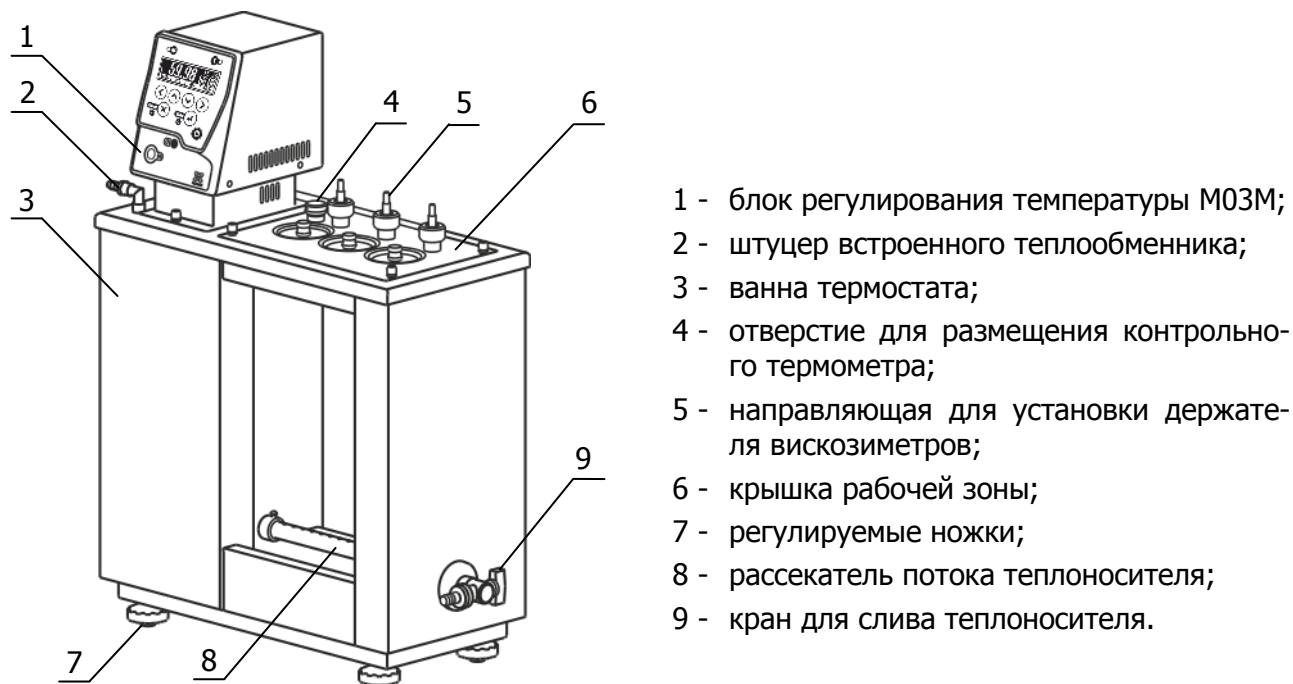
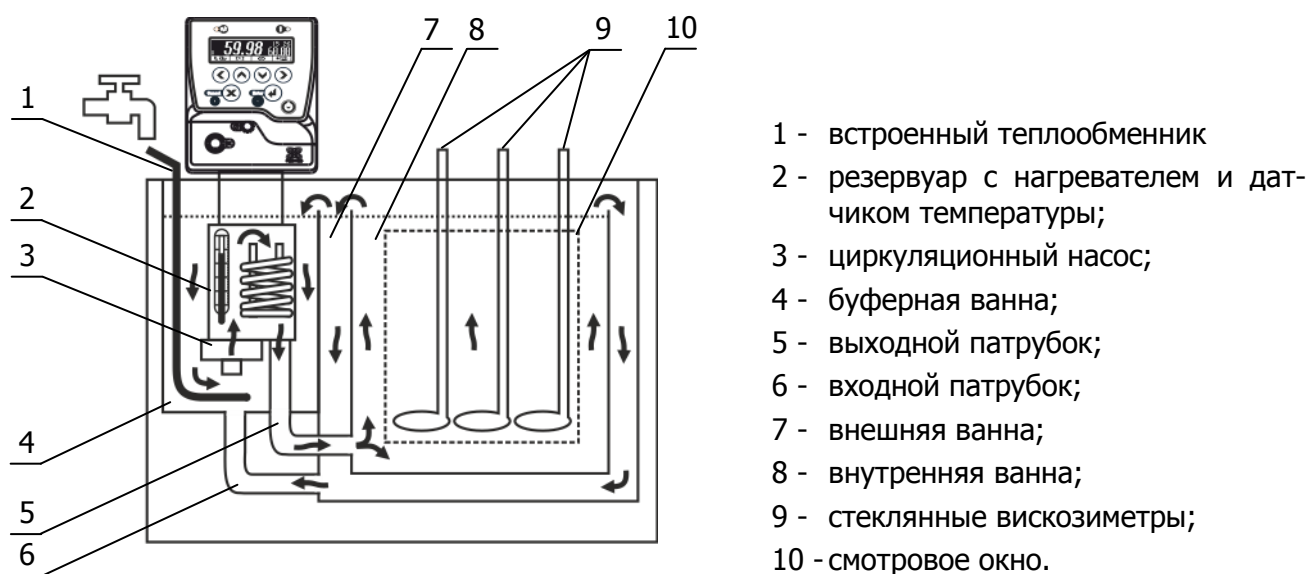

Рисунок 1 — Устройство термостатов ВИС-Т-08 и ВИС-Т-09
Рисунок 2 — Принцип работы термостата
1.4.5 Циркуляционный насос 3 блока регулирования температуры (рисунок 2) забирает теплоноситель из буферной ванны 4 и нагнетает его в резервуар 2 с нагревателем и датчиком температуры. В резервуаре температура теплоносителя регулируется и, далее, через выходной патрубок 5, теплоноситель поступает на дно внутренней ванны 8. Далее поток теплоносителя проходит через рассекающий элемент 8 (рисунок 1), что обеспечивает равномерное распределение потока теплоносителя во внутренней ванне. Из внутренней ванны теплоноситель переливом через верхний край поступает во внешнюю ванну 7 (рисунок 2). Далее из внешней ванны, через входной патрубок 6, а также переливом через верхний край, теплоноситель возвращается в буферную ванну.
2.2.7 Для работы термостата при температурах теплоносителя, близких к окружающей температуре, может потребоваться дополнительное охлаждение с помощью встроенного теплообменника. В этом случае необходимо подключить термостат к водопроводной сети или специальному холодильному устройству при помощи шлангов, присоединенных к штуцерам встроенного теплообменника 2 (рисунок 1). Поток охлаждающей жидкости должен быть равномерным и, по возможности, небольшим. Дополнительное охлаждение не требуется, если температура теплоносителя выше температуры окружающей среды более чем на 15 °С.